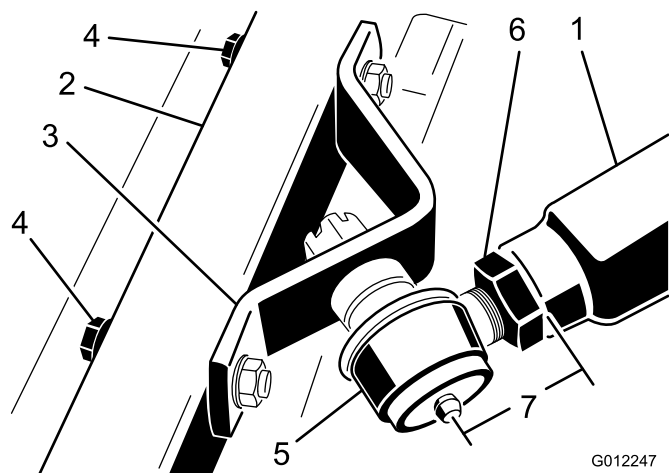

Figura 6
3. Mida la distancia entre el extremo del brazo de empuje derecho hasta el centro de la articulación esférica (engrasador) (Figura 6). La distancia debe ser de 70 mm. Si la distancia no es de 70 mm, afloje la contratuerca que sujeta la articulación esférica al brazo de empuje y gire la articulación esférica hacia dentro o hacia fuera hasta que la distancia sea correcta (Figura 6). No apriete todavía la contratuerca.
6. Apriete la contratuerca grande que sujeta la articulación esférica al brazo de empuje (Figura 6). Al apretar la contratuerca, sujete la articulación esférica en línea recta para permitir que oscile correctamente al elevar y bajar la unidad de corte. Retire con cuidado el bloque de madera que sujeta el brazo de empuje.